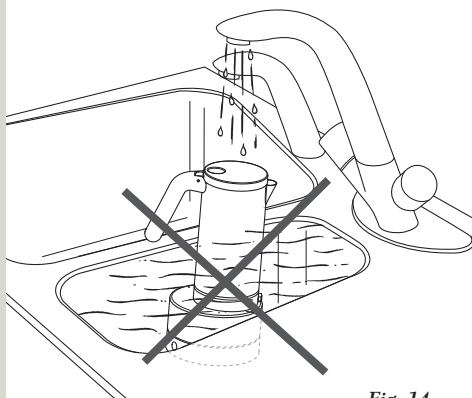

Fig. 14
- Houd de koffiezetter niet onder stromend water en dompel hem niet onder in water. (fig. 14)